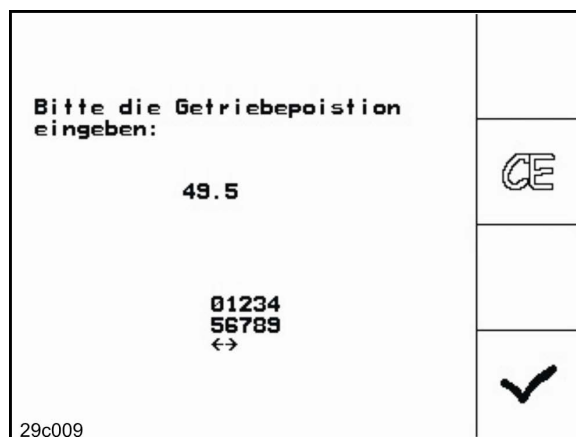

Рис. 56
4. Подтвердите введенные установки и внесите значение шкалы, отображаемое через положение рычага редуктора на шкале, в открывшемся окне меню (Рис. 56).